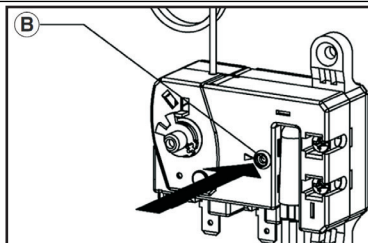

Figure 29 - Détail Réinitialisation commutateur de limite supérieure
- Appuyer fermement sur le bouton de réinitialisation avec la pointe d'un stylo à bille ou d'un objet similaire. Voir Figure 29, B.